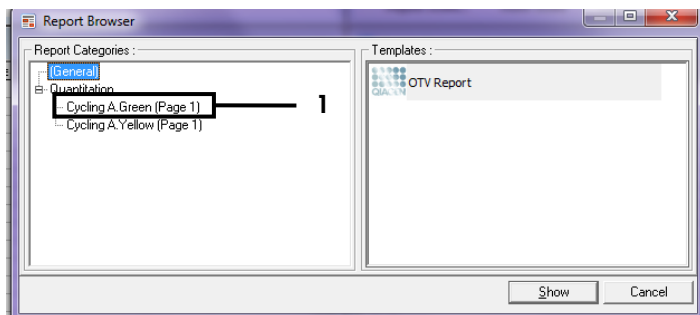

Abbildung 37. Berichtansicht [1 = „Cycling A. Green (Page 1)“ (Zyklus A. Grün [Seite 1])]
10. Klicken Sie in der Berichtansicht unter „Report Categories“ (Berichtskategorien) auf „Cycling A. Green (page 1)“ (Zyklus A. Grün [Seite 1]) (siehe Abbildung 37).